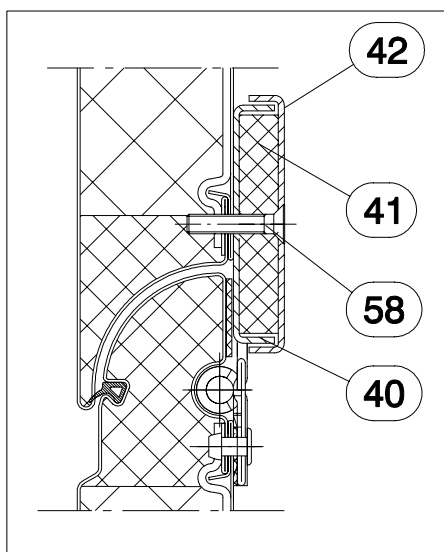

Abb. 16
- Die Silikatplattenstücke (41) sind in zwei Längen, wobei die inneren Stoßabdeckungsaufnahme (40) das Maß von **ca. 436mm** haben. Die restlichen Silikatplattenstücke (41) sind dann für die äußeren Stoßabdeckungsaufnahme (40) erforderlich.
- Die Silikatplattenstücke (41) sind dann in die passenden Stoßabdeckungsaufnahme (40) einzukleben (s. Abb.16 u. 17).
- Das Stoßabdeckungsprofil (42) über die Stoßabdeckungsaufnahme (40) mit Silikatplattenstücke (41) bringen (s. Abb.16 u.17).
- Durch das vorhandene Lochbild, mittels $\varnothing 4,2\text{mm}$ Bohrer, Schraubenlöcher durch Stoßabdeckungsaufnahme (40) in Sektion bringen (s. Abb.16 u. 17).
- Stoßabdeckungsprofil (42) durch das vorgegebene Lochbild mittels Linsensenkkopfschrauben M5x20 (34) befestigen.